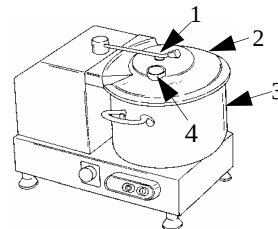

ABB.Nr.8 - Das Produkt in den Zerkleiner geben
5.2 - DAS PRODUKT IN DEN ZERKLEINERER GEBEN (siehe ABB.Nr.8)